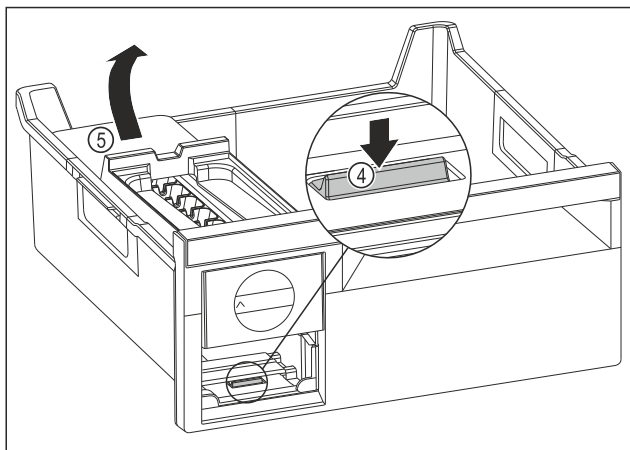

Fig. 144
- Retirer le corps de l'EasyTwist-Ice : Avec le doigt, pousser la languette Fig. 144 (4) vers le bas tout en soulevant de l'autre main le corps de l'EasyTwist-Ice Fig. 144 (5) depuis l'arrière.